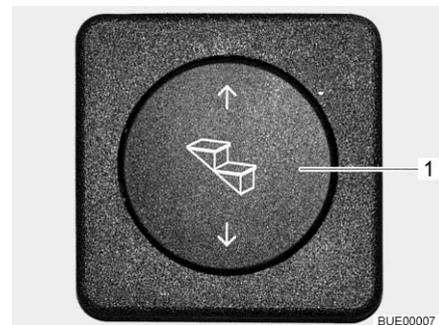

Fig. 10 Touche marchepied
- Appuyer sur la partie inférieure du bouton-poussoir basculant (Fig. 10,1) et la maintenir pressée (pendant au moins 3 secondes) jusqu'à ce que le marchepied soit entièrement sorti.
- Appuyer sur la partie supérieure du bouton-poussoir basculant (Fig. 10,1) jusqu'à ce que le marchepied soit entièrement ressorti.